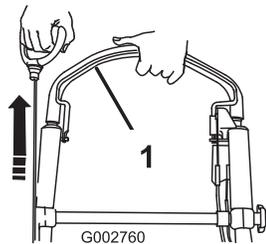

Bild 24
- Drücken Sie den Schaltbügel zum Bügel und ziehen Sie am Rücklaufstarter (Bild 24).